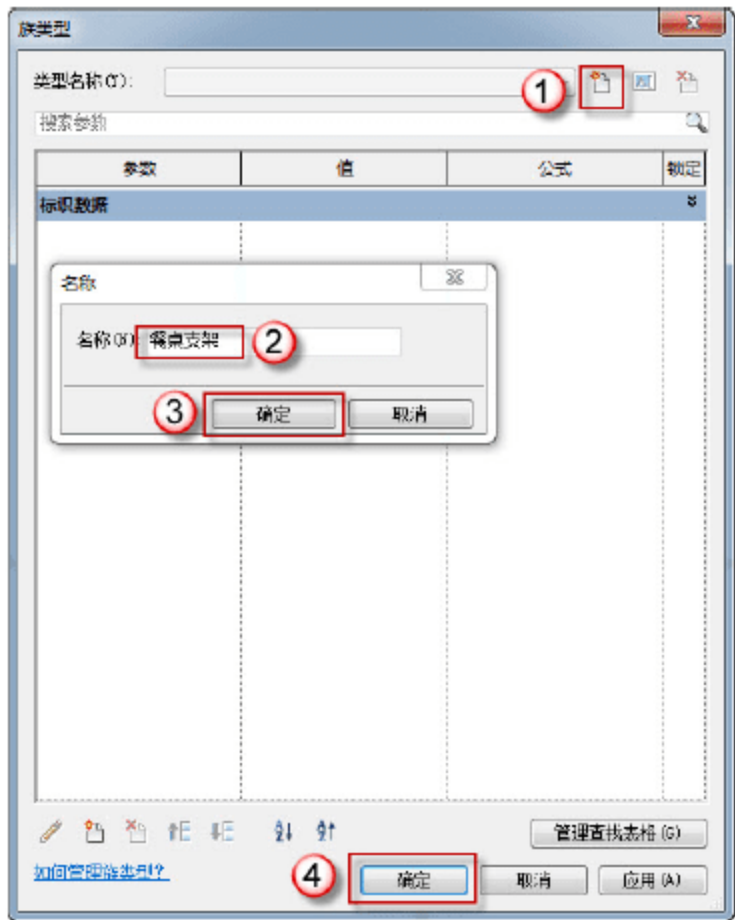

图 8.3.18 新建属性类别
(19) 在创建选项卡中选择“族类型”命令，在弹出的对话框中单击“新建”按钮，然后在弹出的对话框中命名为“餐桌支架”，并单击两次“确定”按钮，如图 8.3.18 所示。